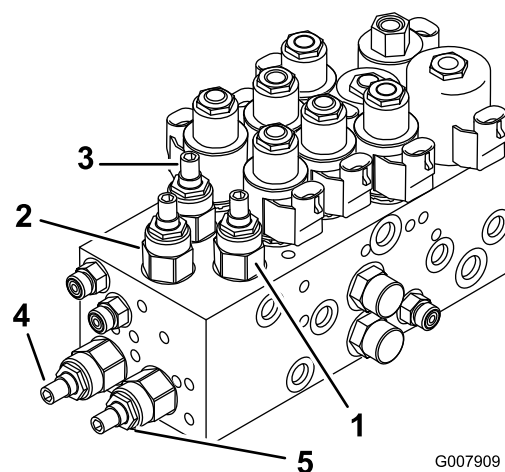
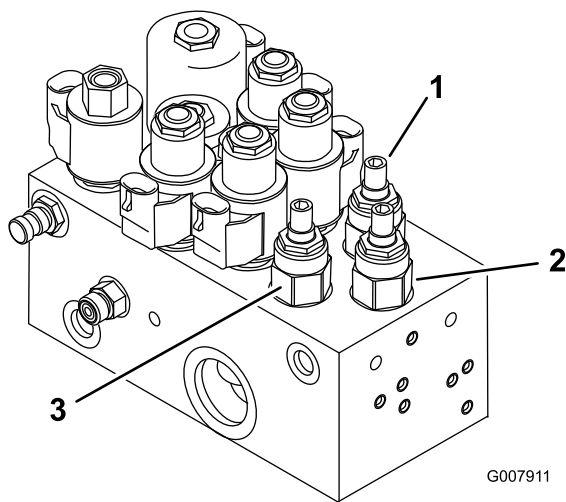

図 86
図 87
- 昇降マニホールドについているバルブの中から、調整を行いたいカッティングユニットのバルブを探し出す（表 図 86 と 図 87 を参照）。